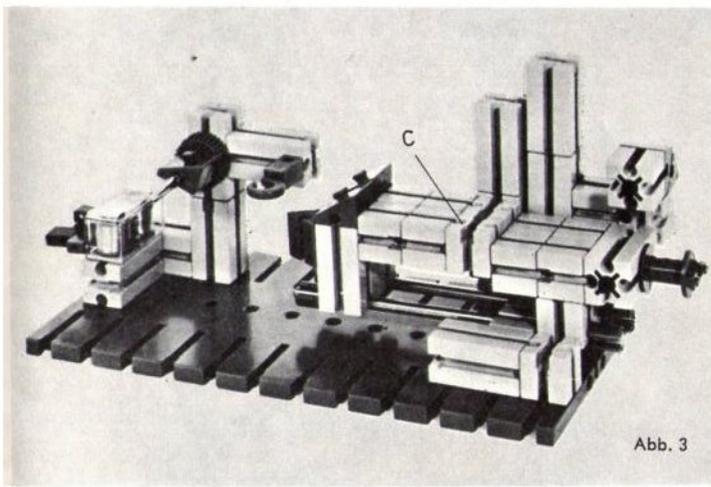

Abb. 3
Außerdem stellen wir Dir in diesem Heft noch einige ganz einfache Modelle vor, die man bereits mit wenigen zusätzlichen Statikteilen nachbauen kann. Abb. 1 zeigt einen Gabelstapler, Abb. 2 eine Schaukel mit Bremsvorrichtung und Abb. 3 einen attraktiven kleinen Kran. Die in diesem Modell verwendeten Seilrollen befinden sich neuerdings in allen großen Statikbaukästen und sind außerdem ab Januar 1972 in der Packung ft 06 erhältlich.
2. Aufbau des Warenmagazins nach Abbildung 3 und 4. Wird bei gefülltem Magazin der Warenschieber herausgezogen, so darf er jeweils nur eine Packung herauschieben.